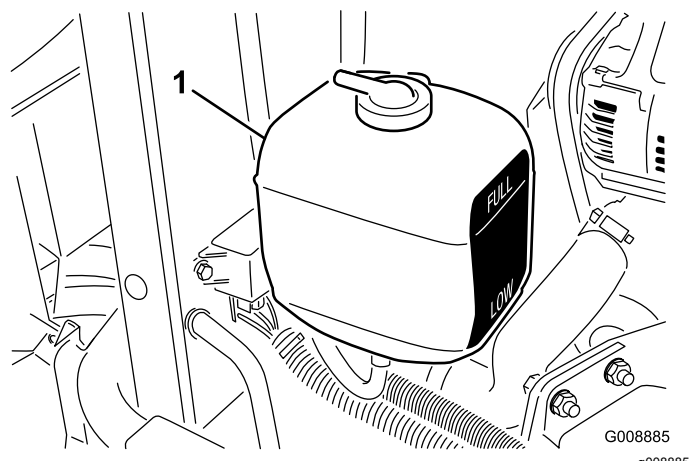

図 29
1. 補助タンクの冷却水量を点検する 図 29。エンジンが冷えた状態で、タンク側面についている本の線の間であれば適切である。